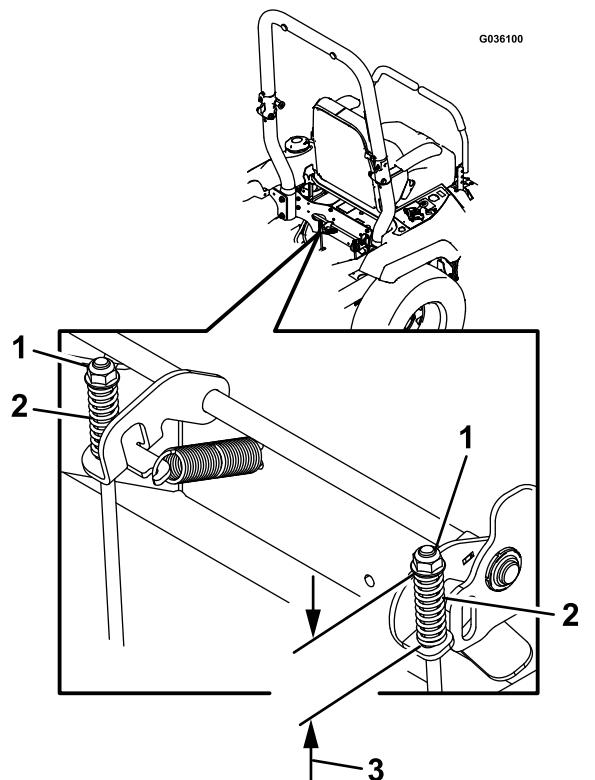

Figura 82
8. Compruebe la longitud de ambos muelles como se muestra en Figura 82. Si se requiere un ajuste, gire la tuerca superior en el sentido de las agujas del reloj para acortar el muelle y en el sentido contrario a las agujas del reloj para alargarlo.